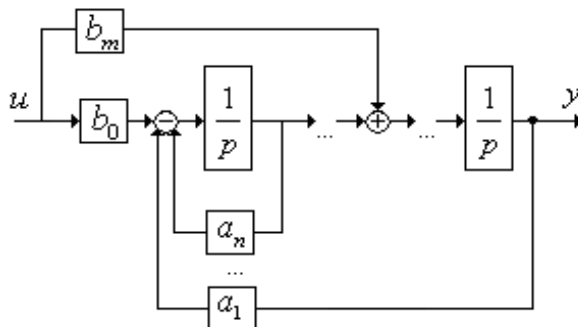

Рисунок 2.4. Структурная схема, соответствующая второй канонической форме
4. Представить (2.11) в виде цепочки из n интеграторов (рисунок 2.4), где n – порядок системы. В обратной связи будут располагаться коэффициенты характеристического полинома, а в прямой связи – коэффициенты первого полинома числителя передаточной функции из формулы 2.10;